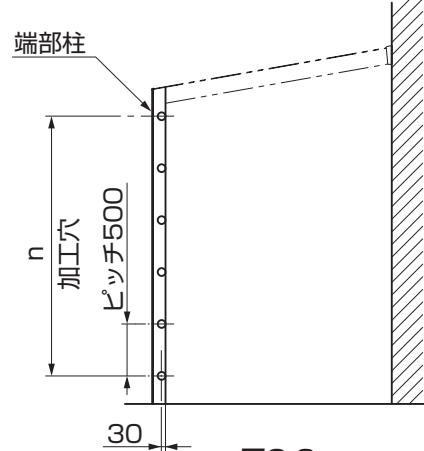
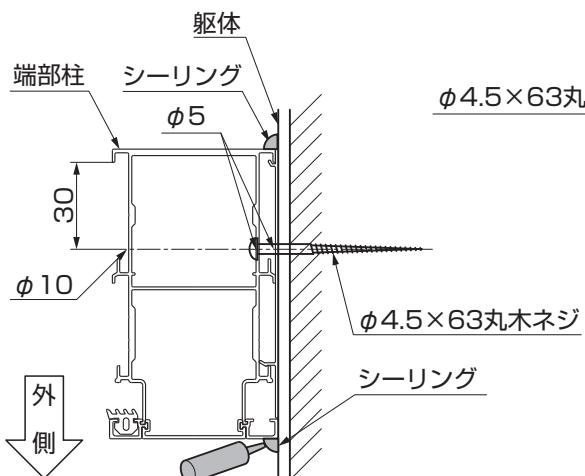
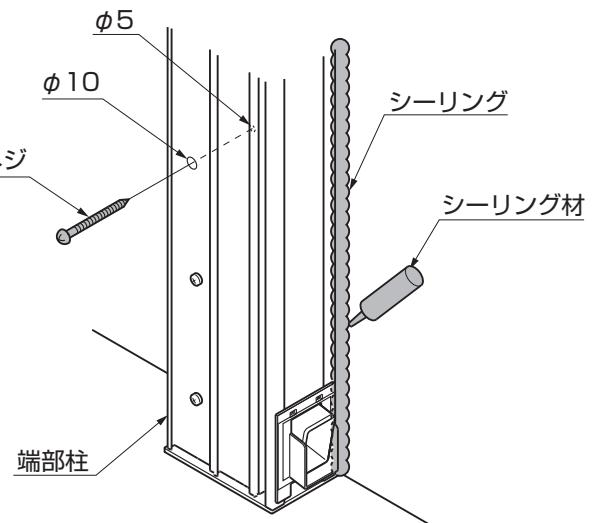

図8-2
図8-3
図8-4
① 入隅側の端部柱に、 $\phi 10$ 、 $\phi 5$ の穴をあけてください。(図8-2、図8-3、表8-1参照)
② 端部柱と躯体を、「 $\phi 4.5 \times 63$ 丸木ネジ」で取付けてください。(図8-3、図8-4参照)
③ 端部柱と躯体の取合せ部にシーリングをしてください。(図8-4参照)